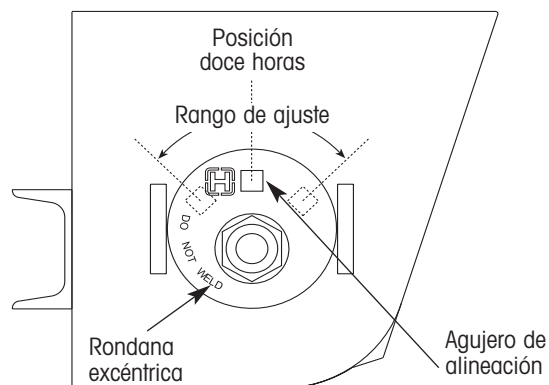

Figura 25. Detalles de orientación de la rondana excéntrica
3. En ambas conexiones pivote del eje delantero, inspeccione la orientación del agujero de alineación en la rondana excéntrica (figura 25). El agujero de alineación debe estar en la posición de las 12 horas, el cual es el punto medio del rango de ajuste de alineación. Si el agujero de alineación no está en la posición de las 12 horas, inserte un maneral de ½" en el agujero de alineación en la rondana excéntrica y gire la rondana hasta que esté en la posición de las doce horas.